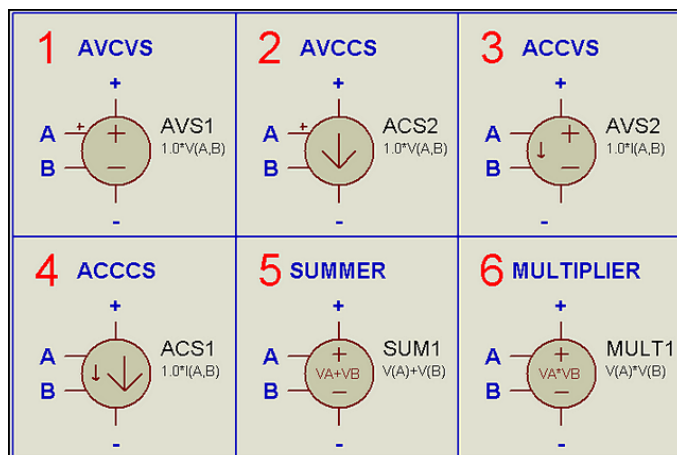

Рис.46
Что же такое **SPICE** и с чем его едят? Основными моделями **SPICE** главным образом являются – резисторы, идеальные источники тока и идеальные источники напряжения. На основе их построены всевозможные модификации (источник тока, управляемый током; источник тока, управляемый напряжением; источник напряжения, управляемый током и т.д.). А уже на основе этих модификаций строятся все остальные модели аналоговых компонентов. В библиотеках **ISIS** эти модели расположены в **Modelling Primitives => Analog (SPICE)**. Аббревиатура модели несет в себе и некоторую англоязычную информацию. Примеры: **CCCS** – (*Current Controlled Current Source*) – источник тока, управляемый током; **VCR** – (*Voltage Controlled Resistor*) – резистор, управляемый напряжением; **AVCVS** – (*Arbitrary Voltage Controlled Voltage Source*) – в данном случае нелинейный (*Arbitrary*) источник напряжения, управляемый напряжением. Надеюсь, аббревиатуру других не затруднит расшифровать самостоятельно на основе данной информации. В этом разделе мы рассмотрим так называемые нелинейные источники. К ним относятся (Рис. 46):
На Рис. 46 - синим цветом расставлены скрытые имена выводов примитивов.
**Ex\_Arbitr\_Devices.DSN** – файл иллюстрация к Рис. 46;